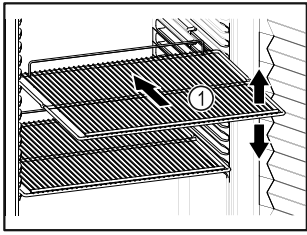

Fig. 61 Exempel
- ❑ Om förvaringshyllor Fig. 61 (1) kan flyttas ska de anpassas till höjden.